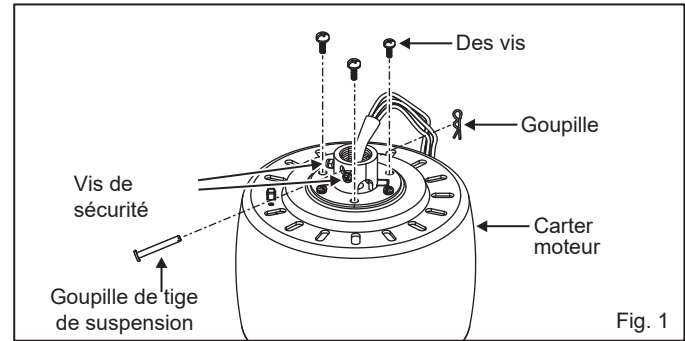

Fig. 1
1 Retirez trois des six vis et rondelles de blocage (une sur deux) sur le dessus du boîtier du moteur du ventilateur. Retirez les vis de sécurité ainsi que la goupille fendue et la goupille de tige de suspension sur le collier de montage. La tige de suspension, la goupille fendue à bille et la goupille de tige de suspension ne seront pas utilisées pour ce montage (Fig. 1).
- 1 Retirez la boule de la tige de suspension en desserrant la vis de réglage sur le côté de la boule. Faites glisser la boule vers le bas et retirez la goupille transversale ; retirez la balle. (Fig. 1)